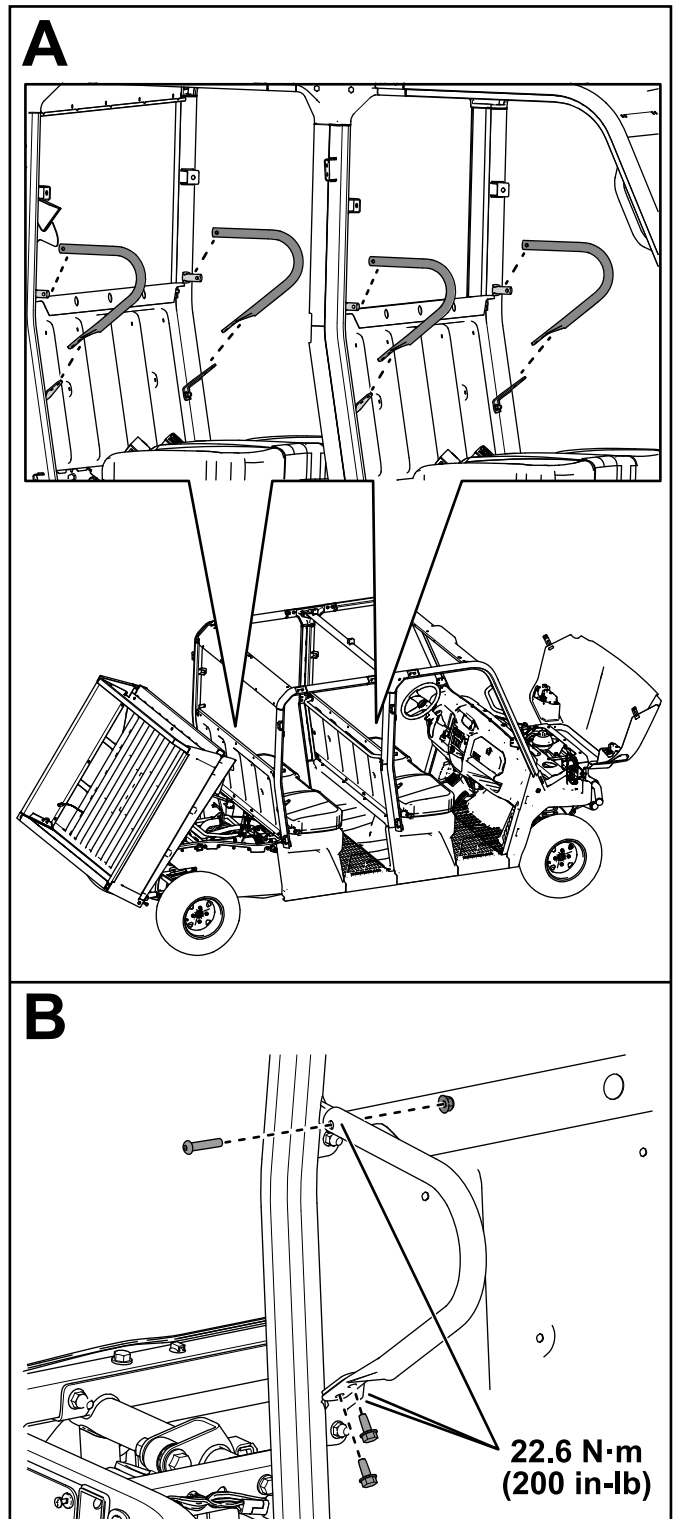

Bild 53
26. Befestigen Sie die beiden Schulterbügel mit acht Blechschrauben (5/16" x 3/4"), vier Flachkopfschrauben (5/16" x 1 1/2") und vier Sicherungsmuttern (5/16") an den hinteren und mittleren Überrollbügeln, wie in **Bild 53** dargestellt.
Ziehen Sie die Sicherungsmuttern (5/16") mit einem Drehmoment von 22,6 N·m fest, wie in **Bild 53** dargestellt.